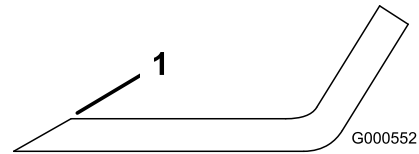

Figura 75
1. Utilice una lima para afilar el filo de corte en ambos extremos de la cuchilla (Figura 75).
Nota: Si la cuchilla no está equilibrada, rebaje algo el metal en la parte de la vela solamente con una lima (Figura 75).